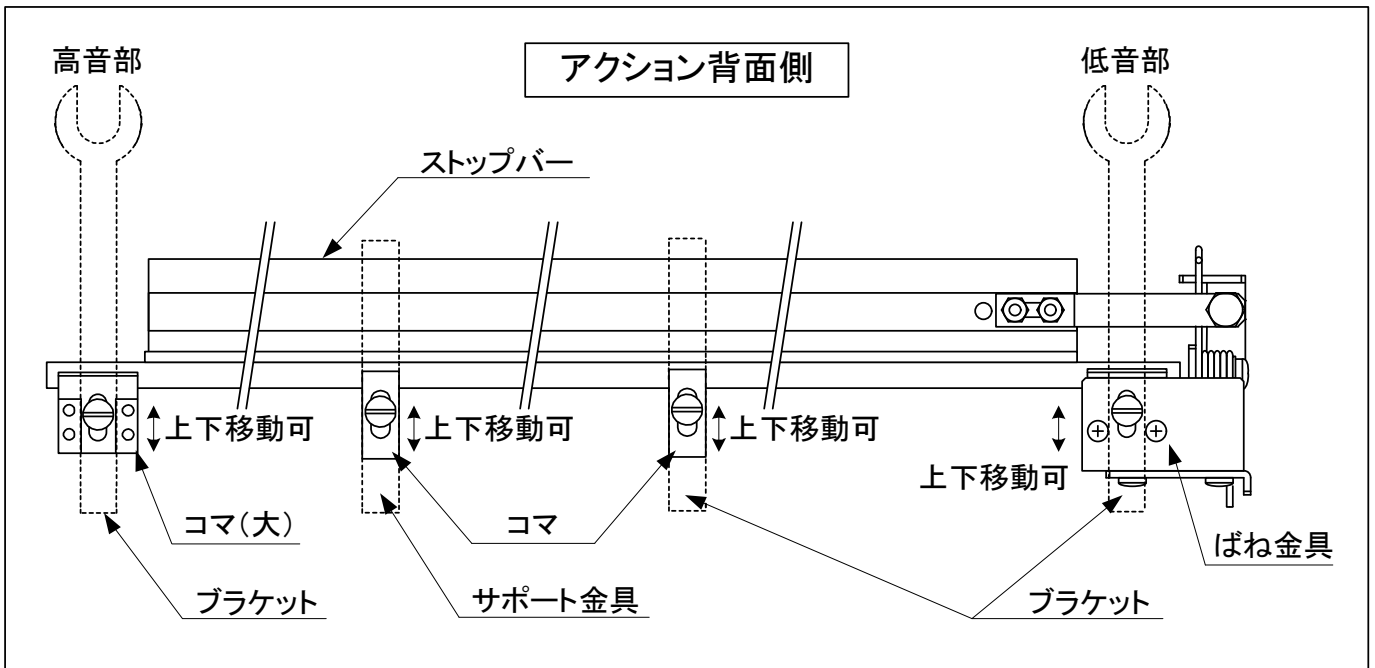

図3.2-1 ストップバーの取り付け
- (1) アクションをピアノから取り外す。
- (2) アクションよりダンパーストップレールを取り外す。
- (3) 次高音部の固定金具を付属のサポート金具に交換する。既存のネジで取り付けられない場合は付属のM4×30mm、スプリングワッシャー、M4ナットに交換する。
- (4) ダンパーストップレールの位置へ図3.2-1の様に、(2)で外したネジを使用してストップバーのコマ(大)、コマおよびばね金具を仮止めする。既存のネジで取り付けられない場合は、付属のM4×40mmネジやM4ナットと交換する。